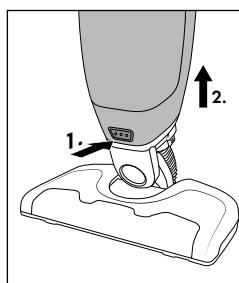

Bild 7
- ◆ Tryck på upplåsningsknappen 12 och dra försiktigt loss golvmunstycket 14 från motorenheten 8 (se bild 7).